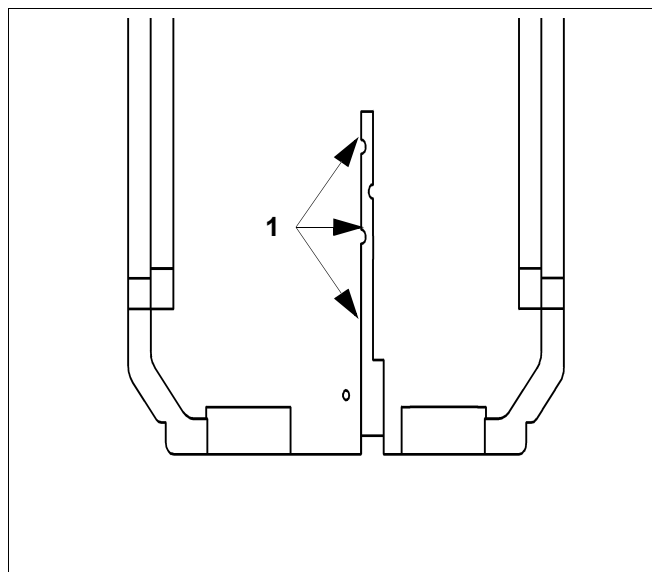

Рис. 13 Задний теплоизоляционный элемент
- Электрические провода проложить в кабельный ввод (рис. 13, поз. 1) заднего теплоизоляционного элемента и вывести назад.